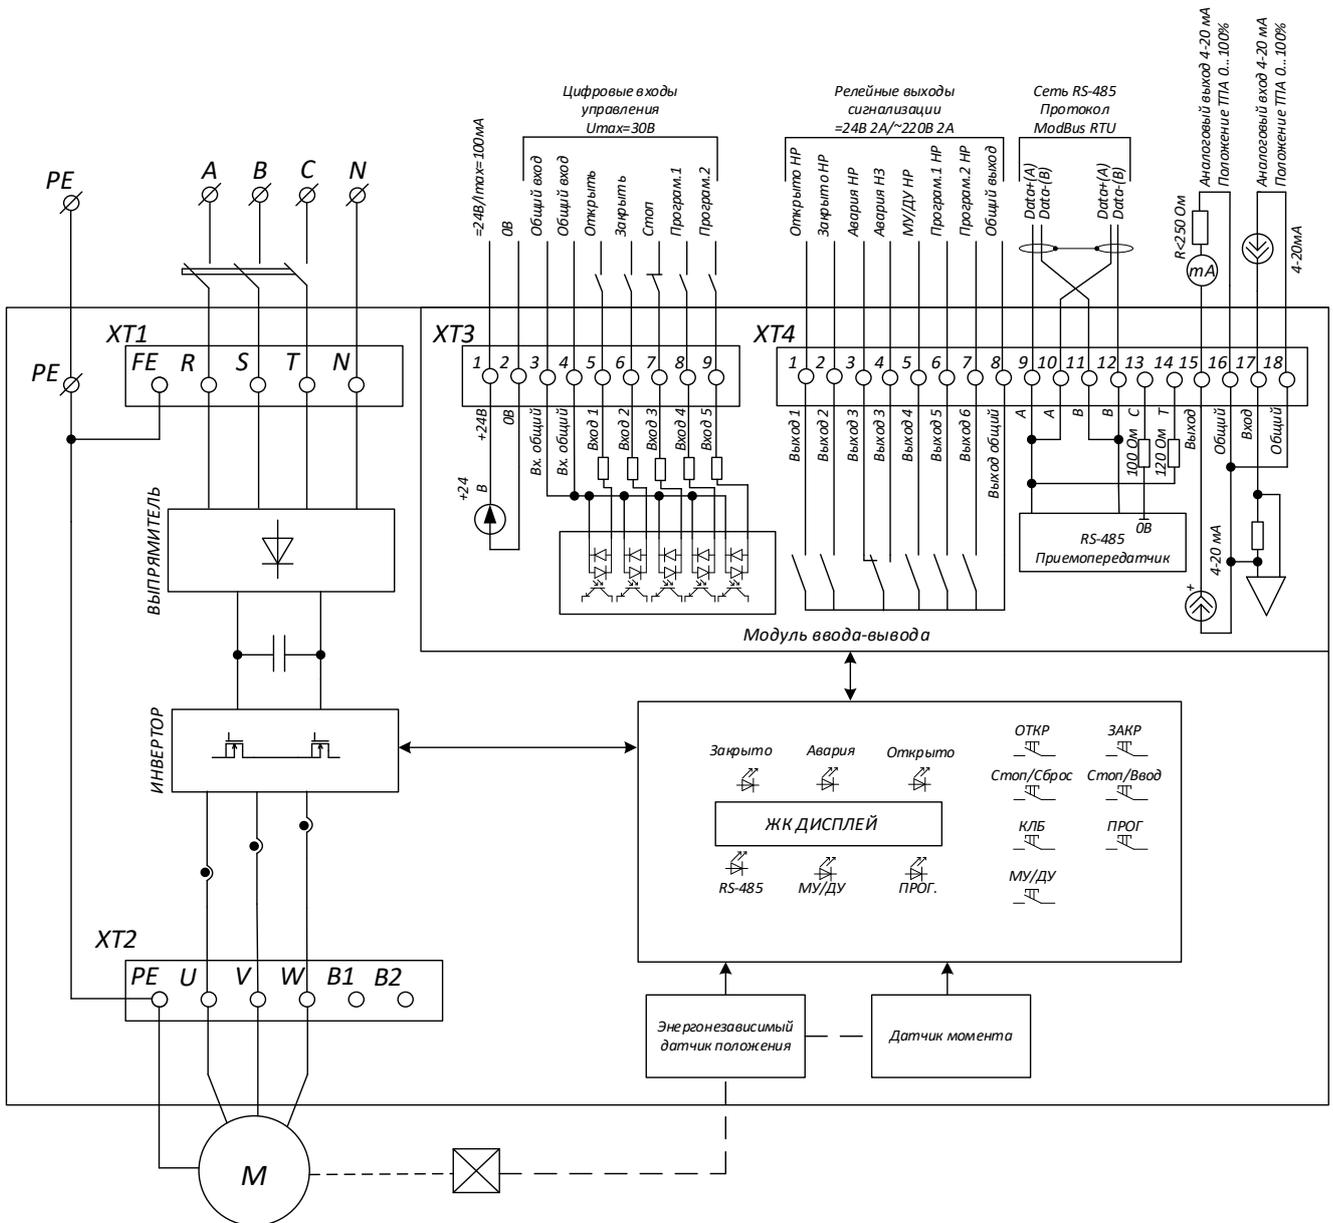
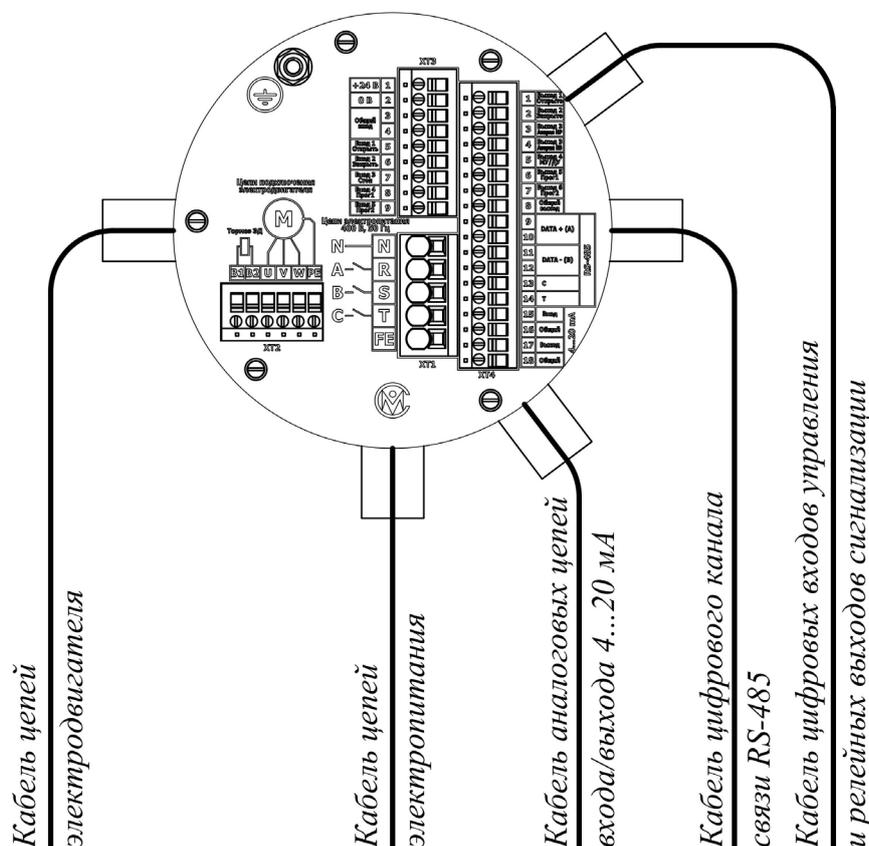
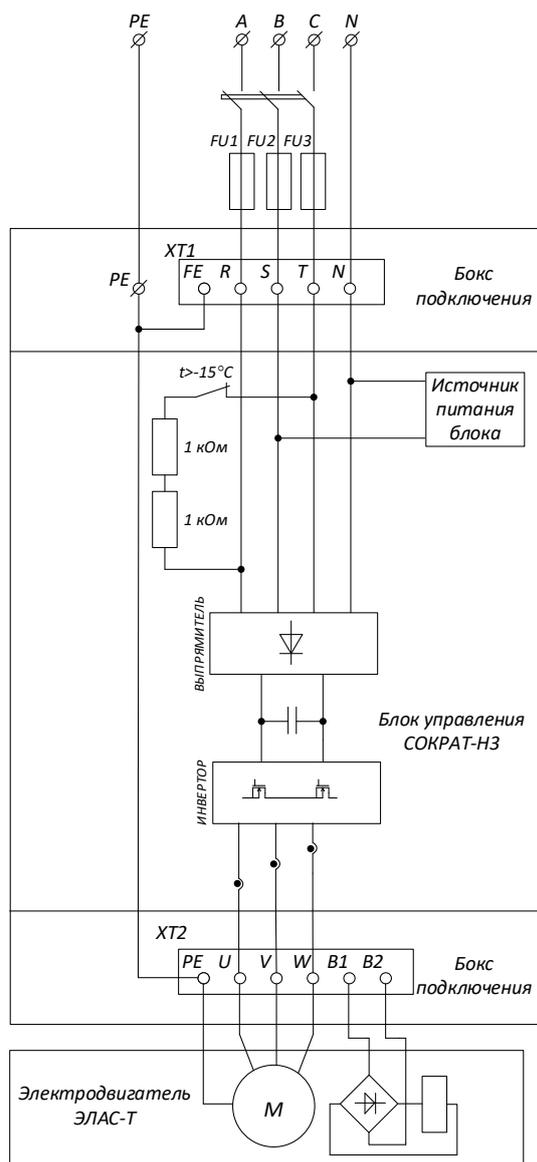
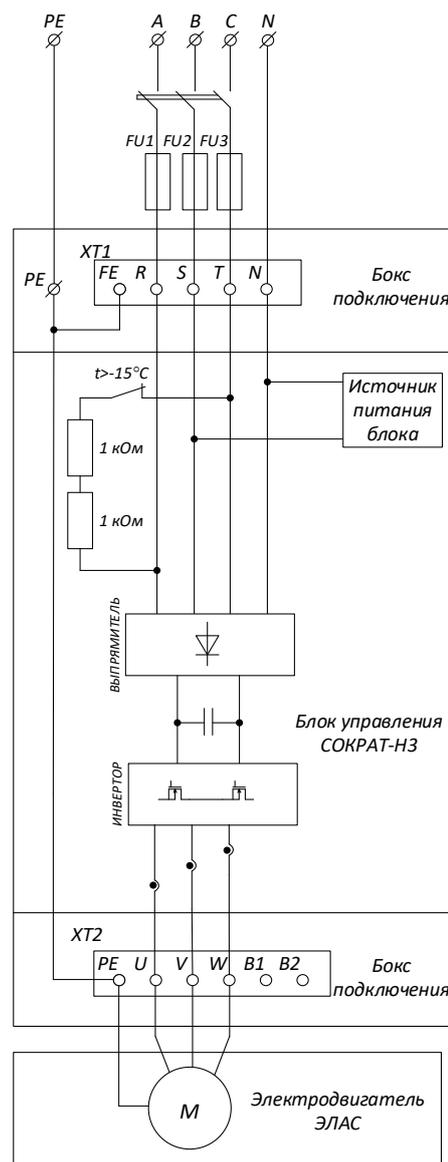

Рис. 4 – Схема электрического подключения блока Сократ-Н3-2,50-14(13)
Рис. 5 – Бокс подключения цепей электропитания, управления и сигнализации. Подключение кабелей электрических цепей блока
Рис. 6 – Схема подключения цепей электропитания и электродвигателя к блоку СОКРАТ-НЗ в составе электроприводов «ГУСАР»П
Рис. 7 – Схема подключения цепей электропитания и электродвигателя к блоку СОКРАТ-НЗ в составе электроприводов «ГУСАР»В
Подключение цепей электропитания, электродвигателя, управления и сигнализация к блоку осуществляется в соответствии со схемой подключения на рис. 4.
Расположение кабельных вводов и клеммников в боксе подключения приведены на рис. 5. В таблицах 7,..., 10 приведено функциональное назначение выводов клеммников XT1, XT2, XT3, XT4 соответственно.
Подключение цепей электропитания блока осуществляется через отдельный кабельный ввод, как показано на рис. 5, и в соответствии со схемами на рис. 4, рис. 6 и таблицей 7.
Для защиты кабеля и блока от коротких замыканий и перегрузок в месте присоединения кабеля к сети электропитания должен устанавливаться автоматический выключатель, как показано схемах рис. 4, рис. 6, рис. 7 с комбинированным расцепителем – тепловым и электромагнитным. Номинальный ток выключателя должен выбираться в соответствии с мощностью электродвигателя блока. Кратность уставки электромагнитного расцепителя мгновенного действия по отношению к номинальному току выключателя должна находиться в пределах 8...14. Уставка электромагнитного расцепителя мгновенного действия должна быть меньше в 1,4 раза расчетного тока короткого замыкания.
**ВНИМАНИЕ!** С целью повышения быстродействия защиты от мгновенного короткого замыкания в цепях электродвигателя и предотвращения повреждения блока рекомендуется применять плавкие предохранители в цепи электропитания, как показано на схеме рис. 6, рис.7. Номинальный ток предохранителя должен быть не менее трехкратного номинального тока электродвигателя.
Цепи электродвигателя подключаются к блоку управления на заводе-изготовителе в соответствии со схемами на рис. 4...рис. 7 и таблицей 8.
Подключение цепей цифровых входов управления и релейных выходов сигнализации осуществляется через отдельный кабельный ввод (см. рис. 5) в соответствии со схемой на рис. 4 и таблицами 9, 10. Для подключения к блоку устройств управления и сигнализации должен использоваться контрольный кабель с медными жилами.